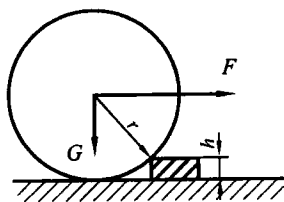

图 2.9
5. 如图 2.9 所示电缆盘重 $G=30\text{ kN}$, 半径 $r=40\text{ cm}$ 。如用一通过其中心的水平力 F 将电缆盘拉过高 $h=10\text{ cm}$ 的石阶, 求此水平力的大小。如果要使作用的力 F 为最小值, 且能将电缆盘拉过石阶, 问应沿哪个方向拉? 并求此最小力的值。